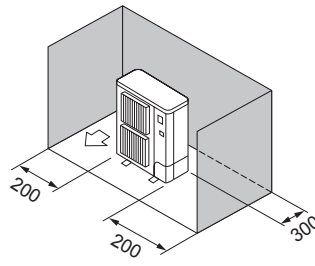

Fig. 2-8
- ③ Alleen obstakels aan de achterzijde en de zijkanten (Fig. 2-8)